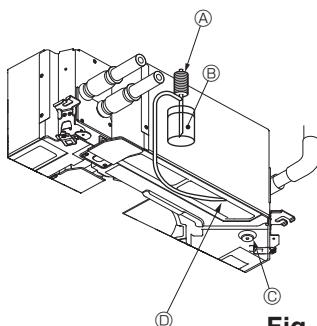

Fig. 7-5
7.4. Controle van de drainage (Fig. 7-5)